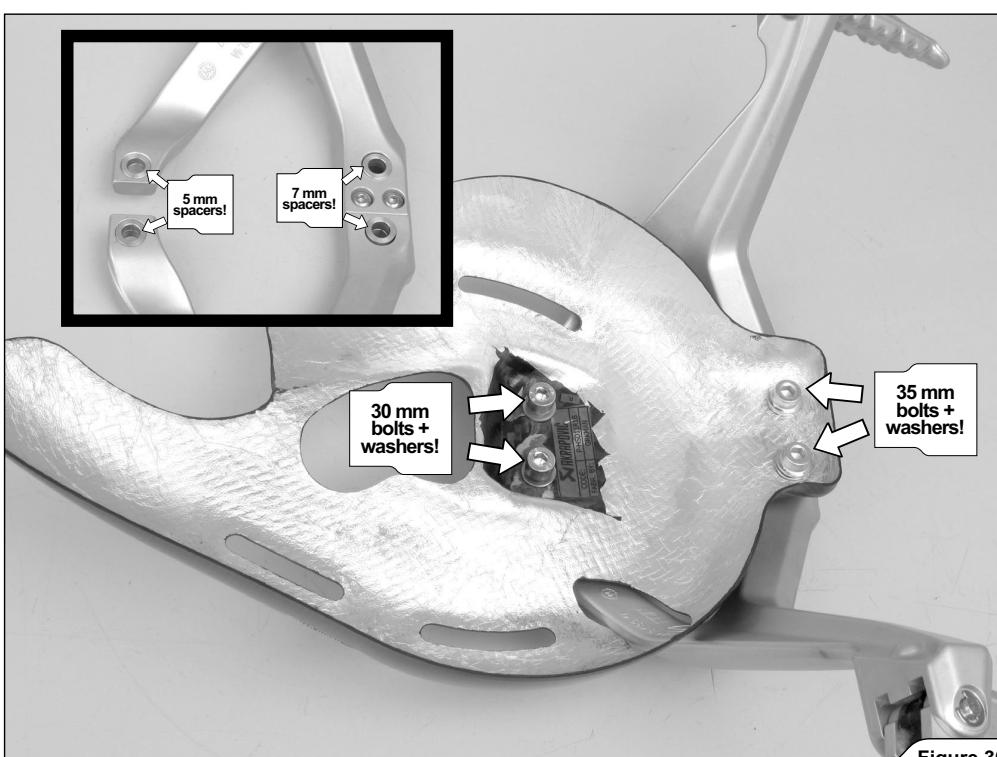

Figure 30
5. Solo per uso con pedane passeggero: installare il paracalore e le pedane passeggero sul telaietto utilizzando distanziali, bulloni e rosette contenuti nel kit di installazione Akrapovič (Figure 30, 31).
5. For use of passengers foot rests only: install the heat shield and passengers foot rests onto the sub-frame using spacers, bolts and washers from Akrapovič installation kit (Figure 30, 31).